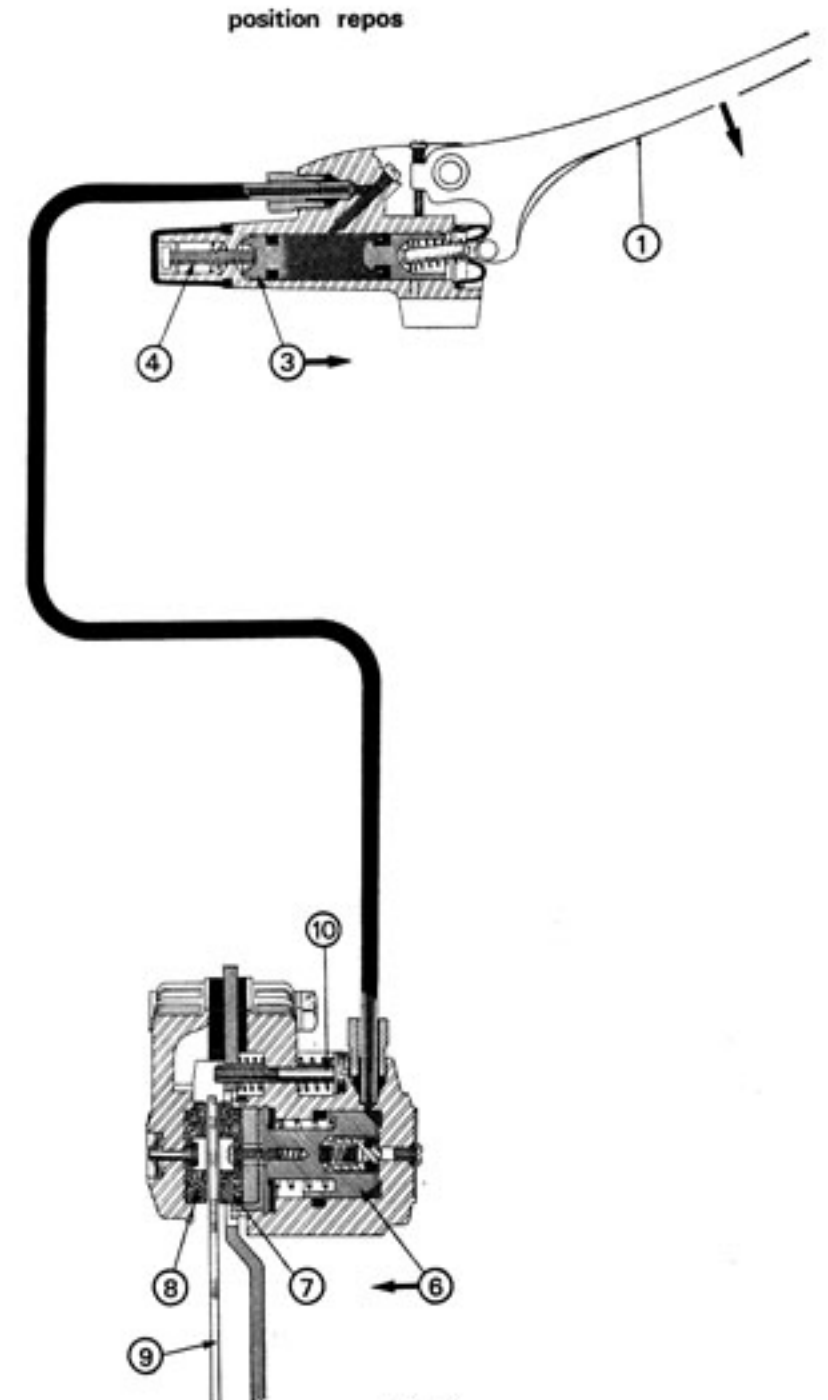

Fig. 2
L'étrier porte-garniture de frein comporte une garniture fixe (côté intérieur au disque) et une garniture mobile (côté extérieur au disque). Il importe d'abord que la garniture fixe soit à une distance approximative de 0,5 mm du disque. On obtient ce résultat en déplaçant l'ensemble de l'étrier par action sur la vis de réglage (10) (Fig. 2).